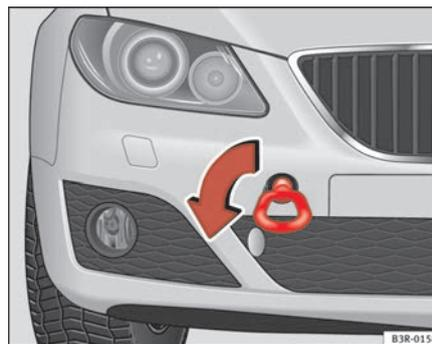

Fig. 238 Vissage de l'œillet de remorquage avant
- Visser l'œillet jusqu'à la limite vers la *gauche*, dans le sens indiqué par la flèche ⇒ page 300, fig. 238. ■